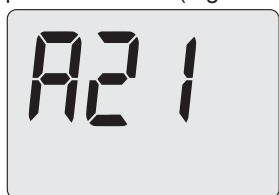

Figura 5.26
- Premere il tasto 13 fino a far apparire sul display LCD codice **A21**, indicante l'entrata nel "parametro A21" (Figura 5.26).
- Premendo il tasto 13 o 14 (Figura 5.23) si ottiene la conferma del valore inserito e si ritorna alla lista parametri (Figura 5.26).